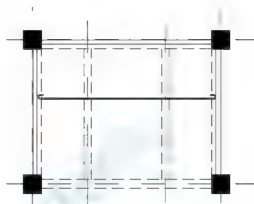

图 5.55 绘制受力钢筋 2
(4) 重复执行【多段线】命令, 绘制出钢筋左侧的 180° 弯钩。
(5) 锁定【轴线】和【墙线】图层, 用【拉伸】命令将钢筋左右两端拉伸至墙的中心线的位置, 最后删除辅助线, 结果如图 5.55 所示。